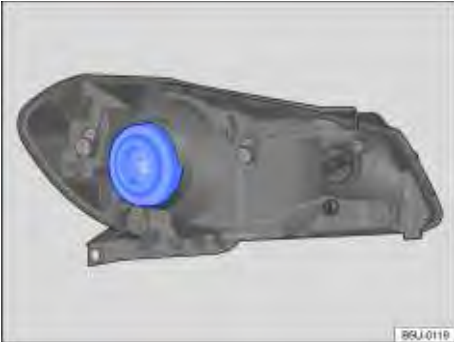

Fig. 170 No compartimento do motor: localização da lâmpada incandescente do farol baixo / alto.
4.	Remover a cobertura de borracha na parte traseira do farol ⇒ Fig. 170.